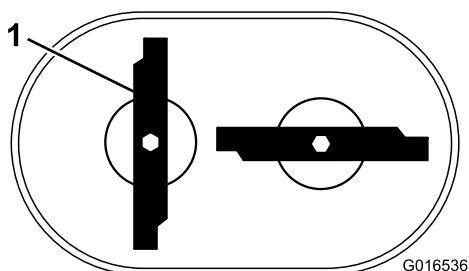

Figure 46
**Remarque:** Les lames doivent être perpendiculaires et former un « T » inversé, comme montré à la Figure 46.